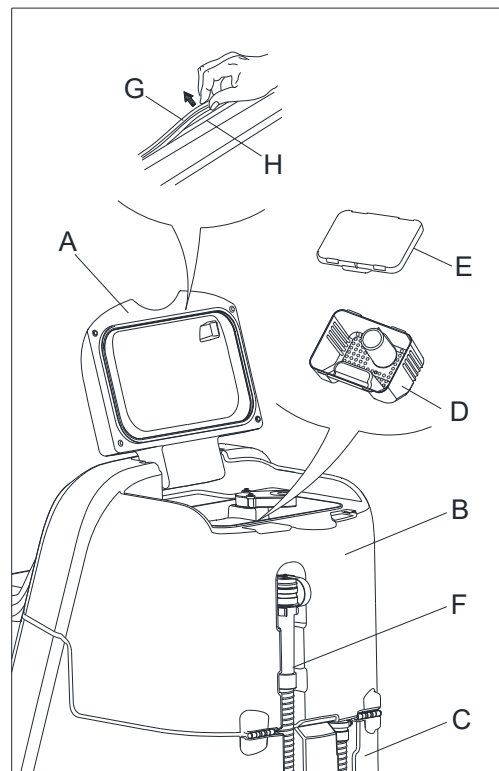

Рисунок 25
2. Убедитесь, что машина выключена и ключ зажигания (40) был извлечен.
3. Поверните крышку сливного бака (А, Рисунок 25) в положение 90 градусов, затем ее можно будет снять и вынуть контейнер для сбора мусора (D, E, Рисунок 25).
4. Очистите крышку сливного бака (А), сливной бак (В), бак для воды (С), контейнер для сбора мусора (D, E, Рисунок 25), опустошите сливной бак с помощью сливного шланга (G, Рисунок 25).
6. Проверьте контактную поверхность уплотнительной ленты (G) на целостность и достаточную герметизацию. При необходимости, выньте уплотнительную ленту бака из паза (H) и замените ее. Установите новую уплотнительную ленту, как показано на Рисунок 25, соединение должно вернуться в средней зоне.
7. Закройте крышку бака утилизации (А, Рисунок 25).